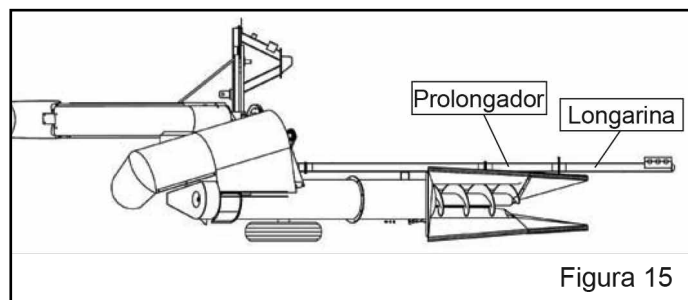

Figura 15
a) Monte a longarina de regulagem e o prolongador no posicionador do chassi da CB 800 (Figura 15);